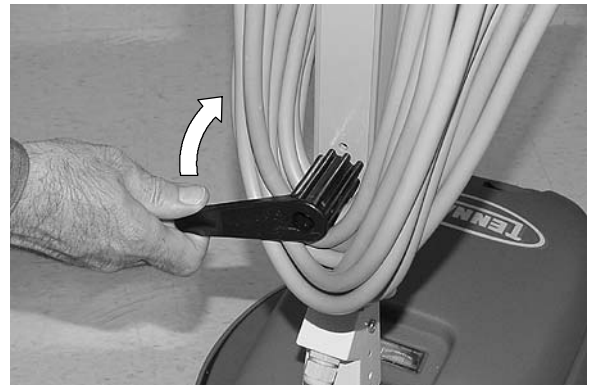

FIG. 4
1. Tirez le crochet d'entreposage du cordon à attache rapide et tournez- le vers le haut, puis retirez le cordon d'alimentation de la machine (Figure 4).